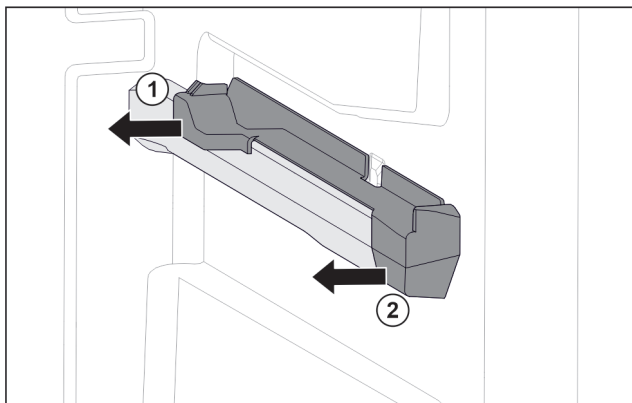

Fig. 82 Вставная часть на правом контейнерном ребре
- ▶ Возьмите вставную часть снизу сзади. Fig. 82 (1)
- ▶ Отодвиньте вставную часть сзади в сторону. Fig. 82 (1)
- ▶ Отодвиньте вставную часть спереди в сторону. Fig. 82 (2)